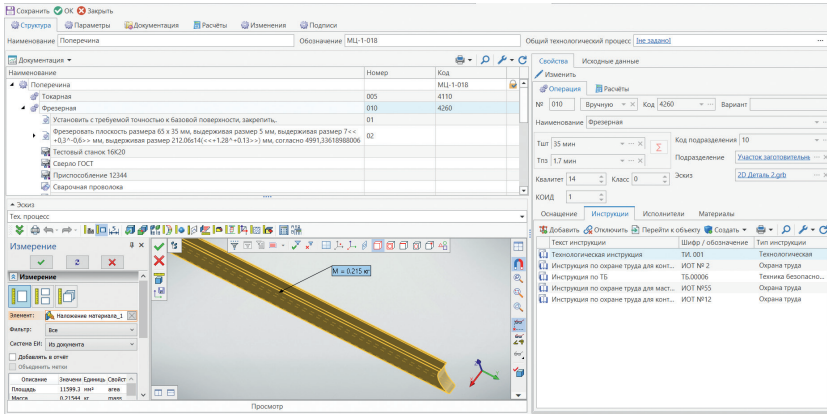

Рис. 4. Технологический процесс в системе
• **Проектирование технологических процессов.** В системе можно разрабатывать любые техпроцессы (единичные, групповые, типовые, директивные и др.). Они представлены в виде древовидной структуры, в которой видны все объекты технологического процесса (рис. 4).